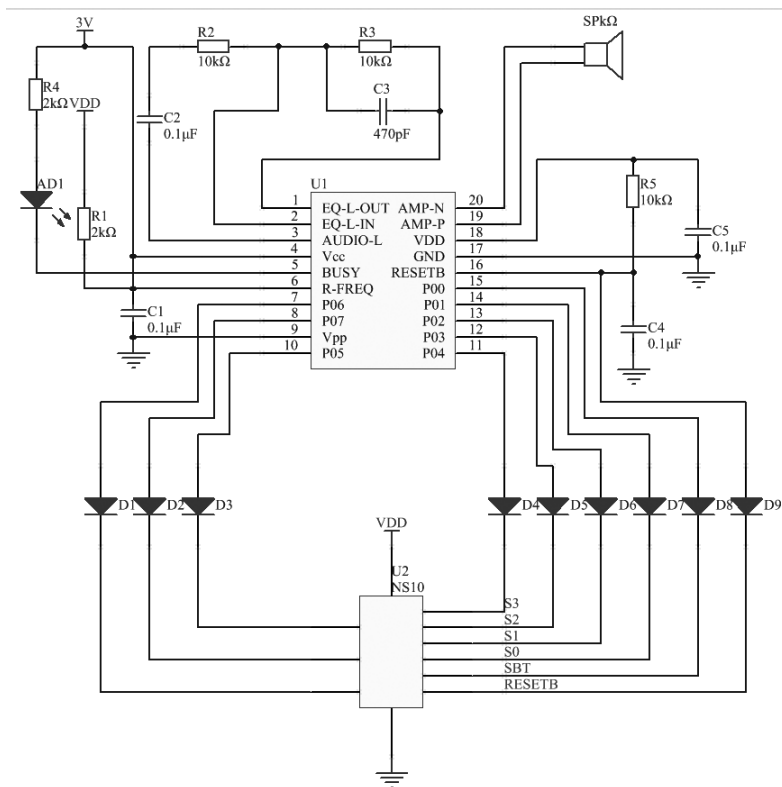

图 6-21 汽车多功能报警器电路
本例要设计的是汽车多功能报警器电路（如图 6-21 所示），即当系统检测到汽车出现各种故障时进行语音提示报警。其中，前轮视频信号需要进行数字处理，在每个语音组合中加入 200 ms 的静音。过程如下：左前轮→右前轮→左后轮→右后轮→胎压过低→胎压过高→请换电池→“叮咚”报警。该设计采用并口模式控制电路。
(1) 完成元件属性设置后对元件进行布局, 将全部元器件合理地布置到原理图上。
(2) 按照设计要求连接电路原理图中的元件, 最后得到完成的电路原理图文件如图 6-21 所示。